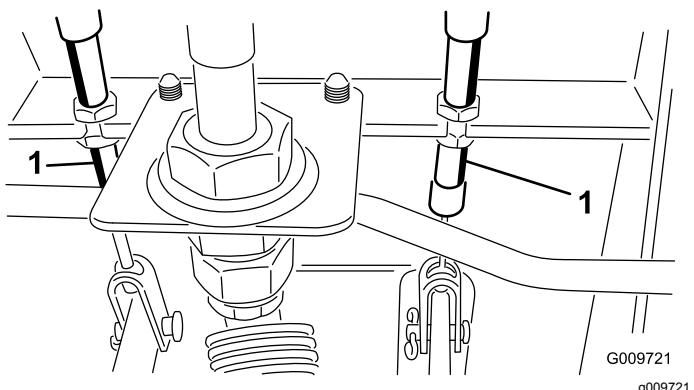

図 112
- A. ブレーキケーブル図 112 の端にある前ナットをゆるめる。